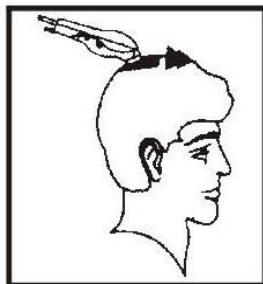

Рисунок 4
1. Используйте для этого насадку-гребенку 9мм или 12мм, состригайте волосы с макушки и верхней части головы в направлении, противоположном росту волос, т.е. от передней к задней части головы (см. рисунок 4). В некоторых местах необходимо состригать волосы от задней к передней части головы.